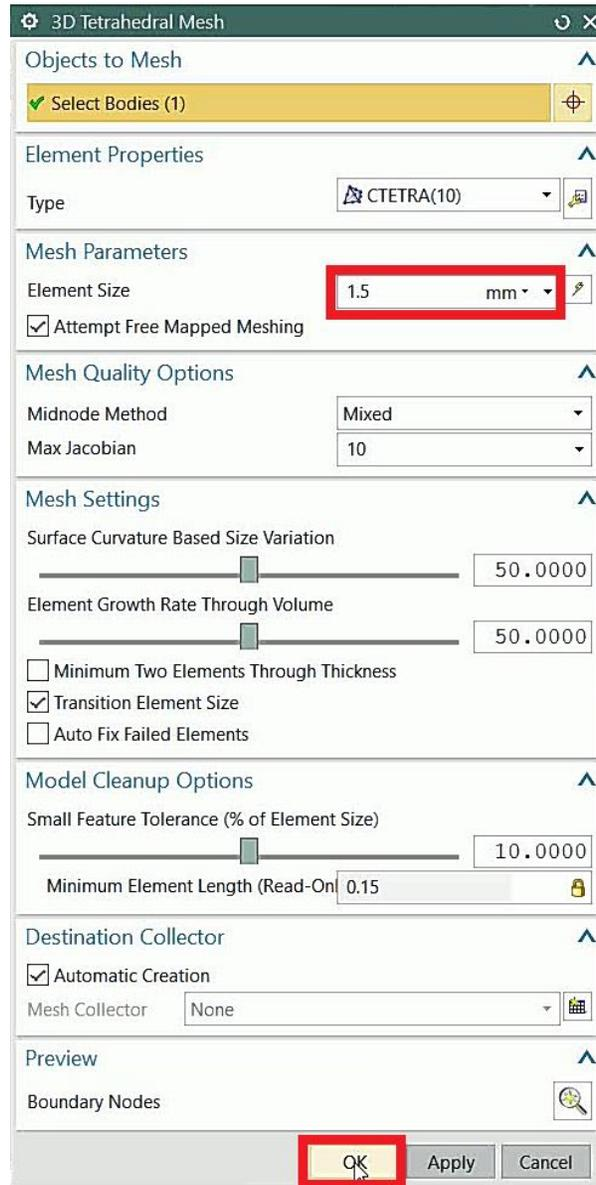

Figura 5.25 Ventana **3D Tetrahedral Mesh**.
- Seleccionar la pieza y posteriormente en la sección de **Mesh Parameters**, elegir un tamaño de elemento de 1.5 mm (Figura 5.25).